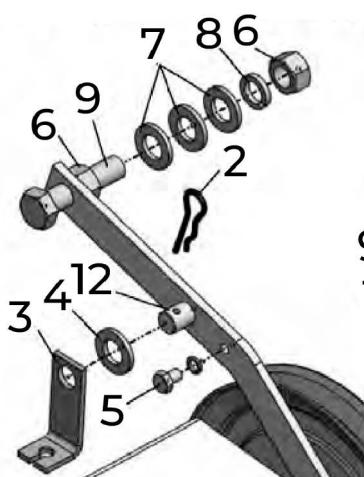

рис. 13
Снять с оси (12) шплинт (2), упор троса (3), шайбу (4). Открутить болт М6 (5), открутить гайку М12 (6), снять регулировочные шайбы (7) и шайбу (8). Не полностью открутить вторую гайку М12 (рис. 13)